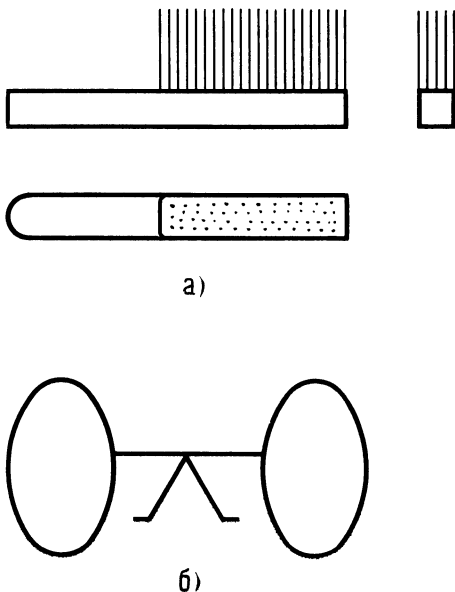

Рис. 21. К ответам задач 13 и 15
13. Ответ на рис. 21, а.
15. Ответ на рис. 21, б.